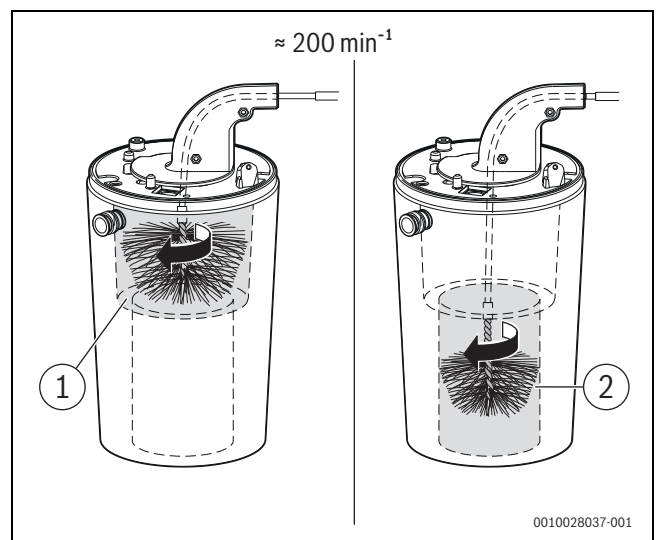

Bild 126 Wärmeblock reinigen (ca. 200 min⁻¹, nur Rechtslauf)
- Mit kleiner Bürste für den unteren Bereich wiederholen (→ Bild 126, [2]).